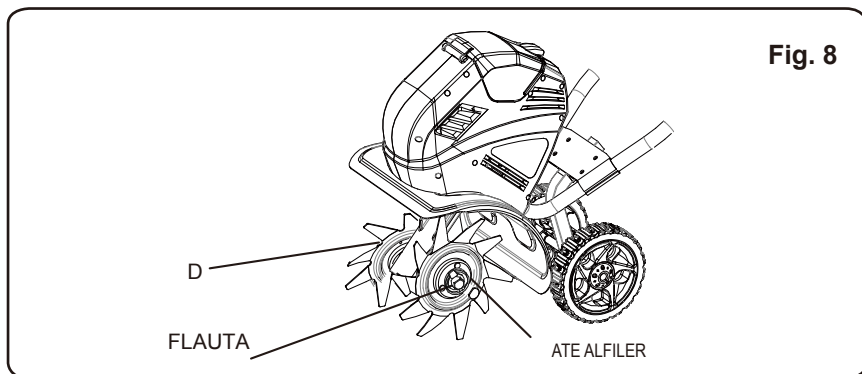

Fig. 8
Coloque diente (UN) en el túnel, y diente de lugar (D) en el otro túnel de lado. Inserte el ata alfiler en los hoyos para asegurar los dientes al túnel del diente. (Fig. 8)